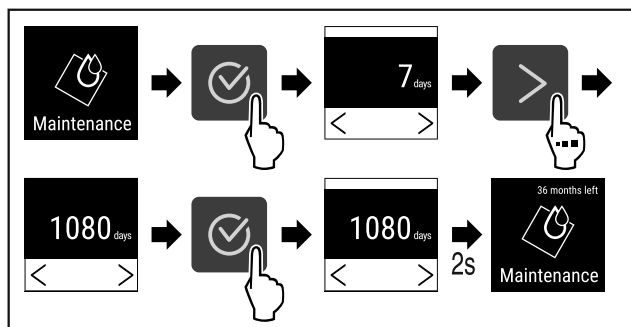

Fig. 68
- Complete steps (see Fig. 68).